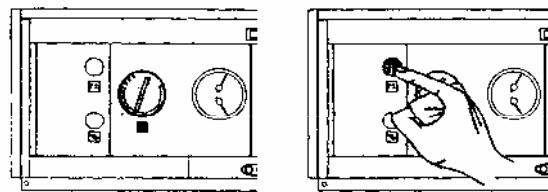

Рис. 4.8
- при изменении настройки регулирующего терmostата (рис. 4.8);
- при выключении и последующем включении выключателя на панели управления (рис. 4.8);